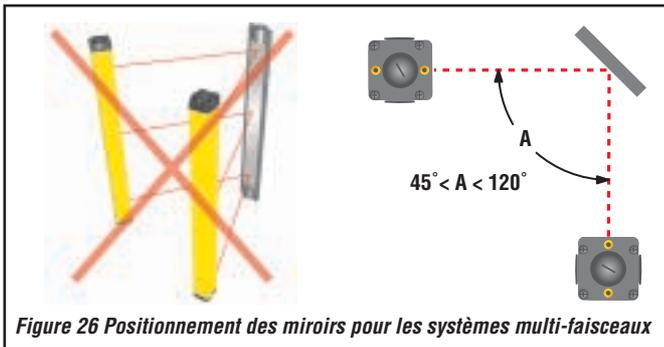

Figure 26 Positionnement des miroirs pour les systèmes multi-faisceaux
NE PAS INSTALLER LES ÉMETTEURS ET LES RÉCEPTEURS EN MODE *RÉTRO-RÉFLECTIF*, AVEC UN ANGLE D'INCIDENCE INFÉRIEUR À 45°, COMME ILLUSTRÉ EN Figure 25 en page 30 POUR LES SYSTÈMES MONO-FAISCEAU ET Figure 26 en page 31 POUR LES SYSTÈMES MULTI-FAISCEAUX. LA FIABILITÉ DE LA DÉTECTION POURRAIT ÊTRE MISE EN CAUSE ET ENTRAÎNER DES BLESSURES GRAVES, VOIRE MORTELLES.
- Orienter le miroir par rapport à l'émetteur et au récepteur de manière à voir la surface avant de l'émetteur si l'on se tient directement devant le récepteur ou vice-versa (voir bloc 4.1.6 en page 30 et Figure 25 en page 30 pour les systèmes mono-faisceau ou bloc 4.1.6 en page 30 et Figure 26 en page 31 pour les systèmes multi-faisceaux).